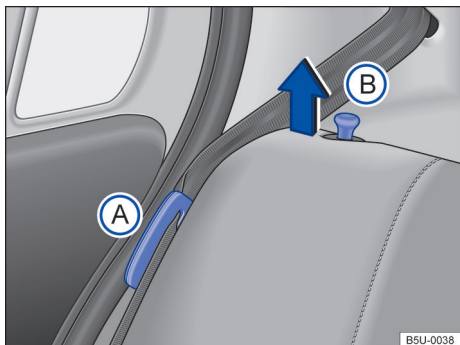
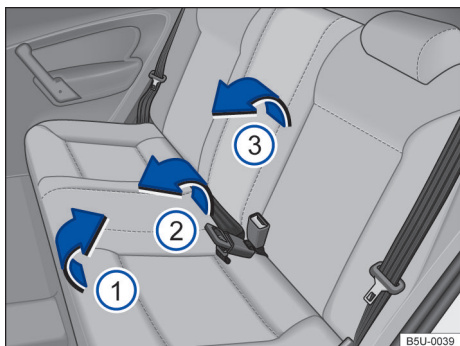

Fig. 57 Banco traseiro: posicionador do cinto de segurança (A) e pino de destravamento do encosto (B).
Fig. 58 Banco traseiro: rebater o banco traseiro. ▶
- Encaixar os cadarços dos cintos nos respectivos alojamentos no revestimento lateral → Fig. 57 (A).
- Puxar o assento pela parte da frente → Fig. 58 (1) no sentido da seta, para cima.
- Levantar a parte traseira do assento → Fig. 58 (2) e deslocar totalmente para a frente, de maneira que o assento fique o mais próximo possível do assoalho e do encosto do banco dianteiro.
- Puxar os pinos de destravamento → Fig. 57 (B) e, ao mesmo tempo, rebater parcialmente o encosto do banco → Fig. 58 (3) e remover os apoios para cabeça → Página 71. Abaixar totalmente o encosto do banco traseiro.
- Encaixar os cadarços dos cintos de segurança nos respectivos posicionadores → Fig. 57 (A).
- Levantar os pinos → Fig. 57 (B) e, ao mesmo tempo, rebater parcialmente o encosto do banco traseiro → Fig. 58 (3).